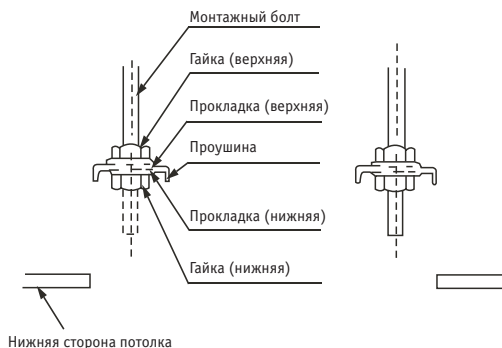

Рис. 4-2
1. Отрегулируйте положение гаек. Расстояние между шайбами и потолком должно соответствовать фактическим условиям. См. рис. 4-2.